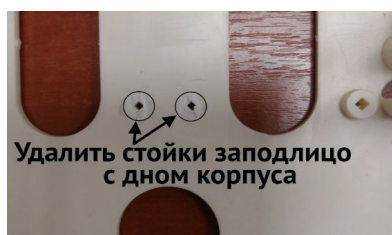
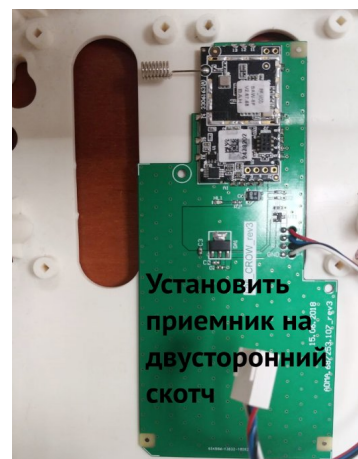

Рисунок 29. Подготовка места для адаптера «L25_Crow_rev3»
Рисунок 30. Адаптер «L25_Crow_rev3» в корпусе прибора
- «Адаптер L25_CROW_rev3» – подготовить место установки (рисунок 29), а затем установить адаптер на отрезок двусторонней липкой ленты – рисунок 30;